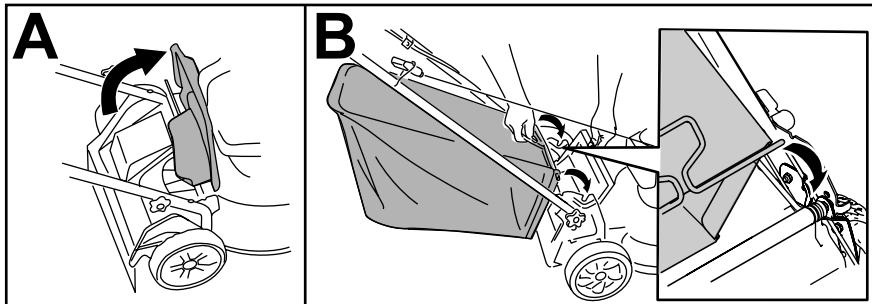

Figura 13
1. Levante y sujeté el deflector trasero (Figura 13, A).
2. Instale el recogedor, asegurándose de que los pasadores de la bolsa descansan en las muescas del manillar (Figura 13, B).